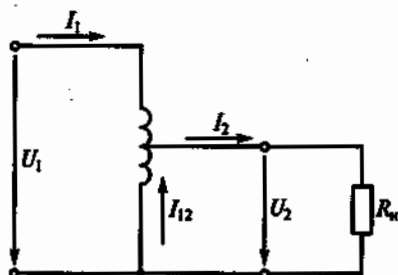

Рис. 178
6.46. Каковы I_1 и I_{12} в схеме автотрансформатора на рис. 178, если ток нагрузки $I_2 = 5$ А, напряжение $U_2 = 0,5 U_1$? (Током холостого хода пренебречь.)